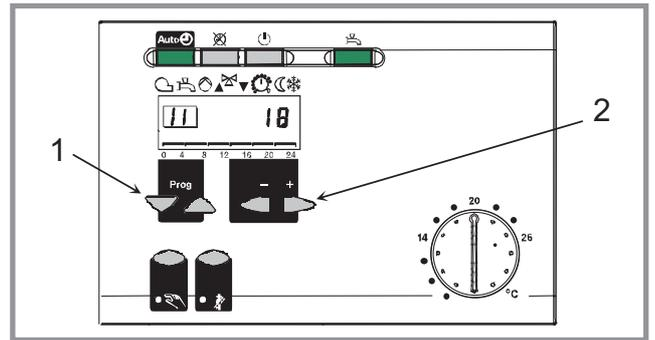
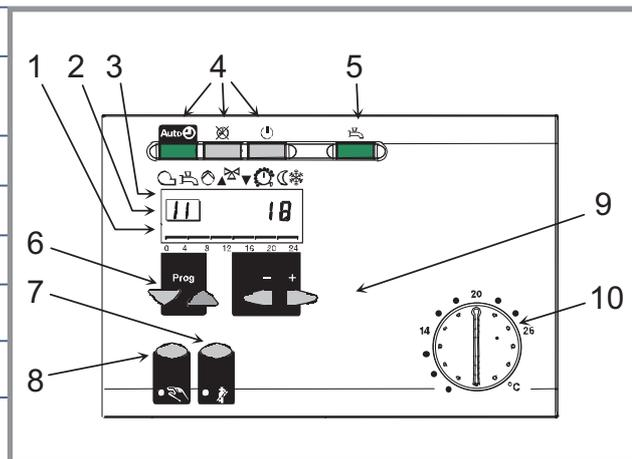

Fig. 28 - Régulateur série A
Fig. 30 - Touches de fonction du régulateur
Repères fig. 28 fig. 30	Fonction des touches du régulateur
-  Fonctionnement automatique, tel que réglé sur le régulateur (rep 10, fig. 30).
Si l'écart est inférieur à 3 °C, agir soit sur le bouton de correction (A, fig. 31) de la sonde d'ambiance soit sur la valeur de consigne normale du régulateur (rep. 10, fig. 30).
Si l'écart est supérieur à 3 °C, il est recommandé de corriger la température ambiante de consigne normale (rep. 10, fig. 30).